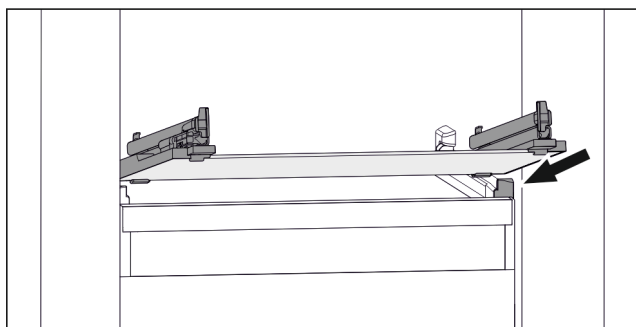

Fig. 64 Príklad zobrazenia sklenenej dosky
- ▶ Nasadíte sklenenú dosku šikmo za zarážkami. (pozri Fig. 64)